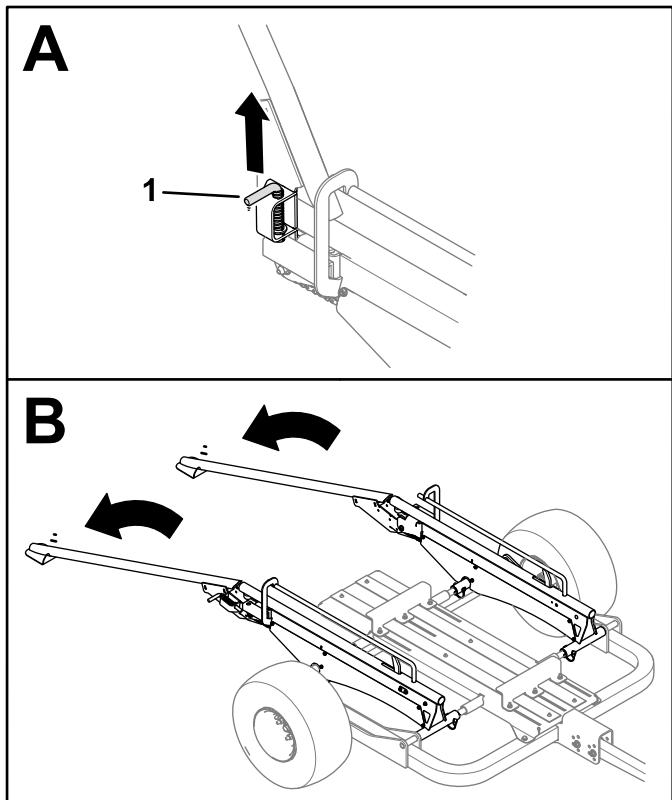

Figure 28
2. Tirez sur les goupilles de verrouillage de chaque côté de la remorque pour libérer les glissières ou les rampes, et les abaisser au sol (Figure 28).